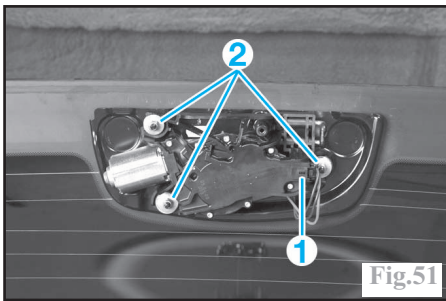

Fig.51
Débrancher le connecteur (1) (Fig.51).